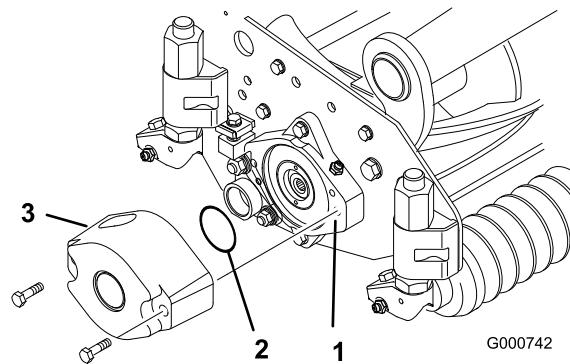
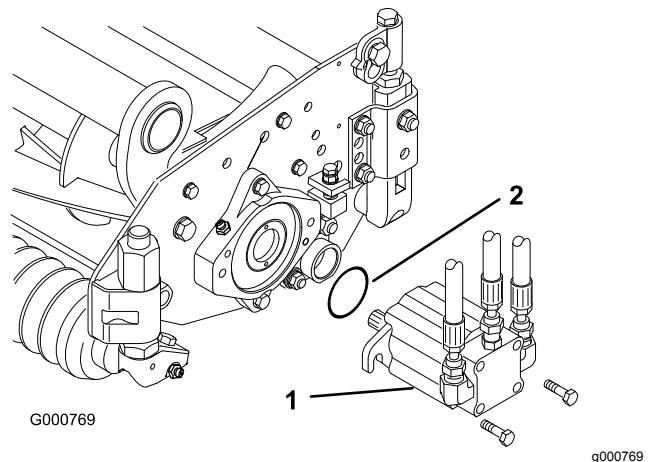

Figura 15
Figura 18
3. Lubrificate un O-ring grande e montatelo nella scanalatura del supporto del cuscinetto, uno per ciascun lato dell'apparato di taglio (Figura 15 e Figura 18).
4. Montate un contrappeso sull'estremità appropriata di ciascun apparato di taglio con le viti a testa cilindrica fornite (Figura 15).
- 13. Montate il motore sull'estremità di azionamento dell'apparato di taglio e fissatelo con 2 viti a testa cilindrica (Figura 18).